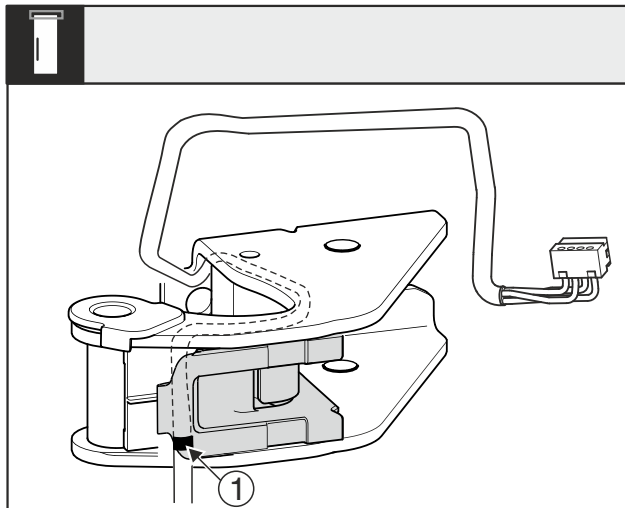

Fig. 32
- Le marquage central Fig. 32 (1) doit se trouver sur le bord du support de câble.